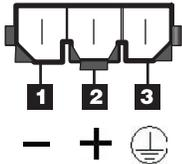

図 73. DC 電源コネクター - ピンの位置
3. DC 電源ケーブルを電源機構に接続します。DC 電源機構のコネクター・ピンの位置については、図 73を参照してください。